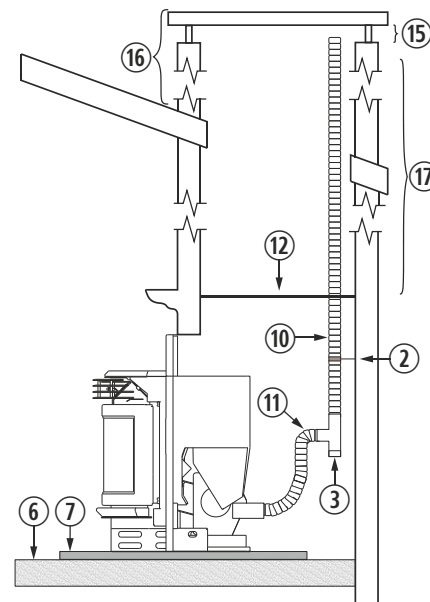

Figura 12
4.29. La instalación de un encastrable en una chimenea de obra, se puede realizar en toda su totalidad en tubo flexible, tal y como indica la figura 12. Debemos tener especial cuidado a la hora de realizar el aislamiento entre la chimenea y el tubo de la salida de gases, para evitar posibles retrocesos de gases en caso de tormenta.
②	Abrazadera de sujeción de acero inoxidable.
③	Te de 90° con registro.
⑥	Suelo de madera.
⑦	Protector del suelo no combustible.
⑩	Tubo flexible de acero inoxidable.
⑪	Manguito unión rígido a flexible.
⑫	Aislante anti retroceso.
⑮	Mínimo 200mm.
⑯	Debe sobrepasar 1 metro el tejado.
⑰	Mayor a 8 m aumentaremos una medida.